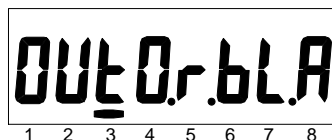
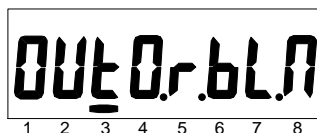

Рисунок 51 - Окно при настройке выхода на режим реле. Реле находится в состоянии «сработало».
Рисунок 52 - Окно при настройке выхода на режим реле. Реле находится в состоянии «сработало».
5.4.7.11 Если параметр «Подтверждение кнопкой» находится в состоянии «Да», сигнал «Подтверждение возврата кнопкой» возникнет только при длительном нажатии кнопки «КАДР» в окне состояния реле (см. Рисунок 52). Если параметр «Подтверждение кнопкой» находится в состоянии «Нет», сигнал «Подтверждение возврата кнопкой» имеется всегда и нажатие кнопки пользователем не требуется. Использование подтверждения кнопкой может быть полезно, например, при настройке реле на ограничение мощности (через использование лимитов мощности). При срабатывании реле (размыкание реле), возврат (замыкание реле) произойдет, только если события вызвавшие срабатывание устранены и пользователь нажал на кнопку подтверждения. Это дает возможность пользователю предварительно подготовиться к повторному включению, например, отключить часть или всю свою нагрузку для ограничения пусковых токов.
После окончания времени задержки возврата, если включено в настройках, требуется подтверждение возврата по интерфейсу (см. Рисунок 51) и кнопкой (см. Рисунок 52). Подтверждение возврата по интерфейсу может быть передано как после истечения времени задержки, так и во время отсчета времени задержки.